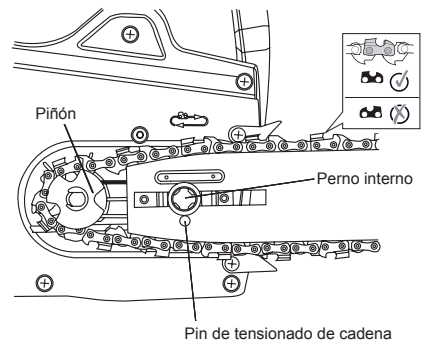

Fig. 21
4. Coloque la cadena de la sierra alrededor del piñón (Fig. 21) mientras alinea la ranura en la espada con el perno interno en la base de la sierra y el pin de tensión de la cadena en el orificio del pin de la espada (Figura 18). El pin de tensión de la cadena podría necesitar ajustes para alinearse correctamente con el orificio de la espada. Use la rueda de tensión de la cadena para ajustar su ubicación hasta que quepa en la espada.